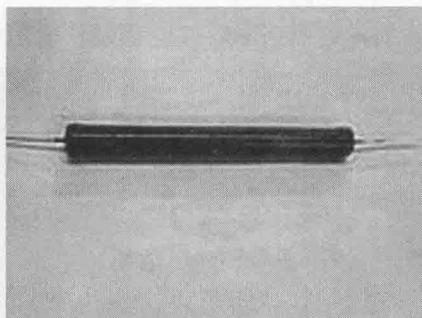

图 1-8 金属玻璃铀电阻
(8) 金属玻璃铀电阻,是将金属粉和玻璃铀粉混合,采用丝网印刷法印在基板上的电阻元件(图 1-8)。它耐潮湿、高温、温度系数小,主要应用于厚膜电路。